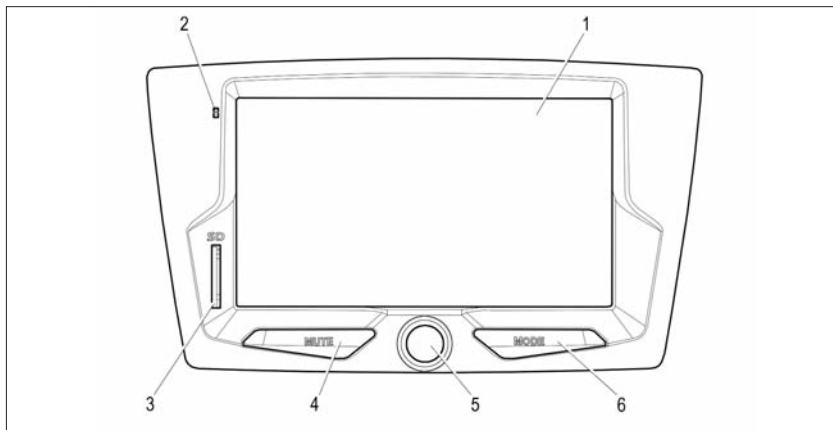

Рис. 41. Радиоприемник и проигрыватель звуковых файлов
**В вариантном исполнении** автомобиль комплектуется радиоприемником и проигрывателем звуковых файлов разных моделей, внешний вид которых представлен на рис. 41 и 41а. Более подробную информацию управлением радиоприемника и проигрывателя звуковых файлов смотрите в приложении 4 и 5.
Разъем 1 (рис. 41б) для подключения USB-накопителя расположен в верхнем левом углу вещевого ящика.
Рис. 41б. Размещение разъема для подключения USB-накопителя
Рис. 41а. Внешний вид и форма лицевой панели радиоприемника (в вариантном исполнении)